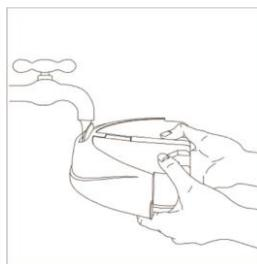

Рисунок 10
2. Відкрийте кришку водоприймача та вилийте воду низької жорсткості (до 7 dH) з резервуара (рис. 10).